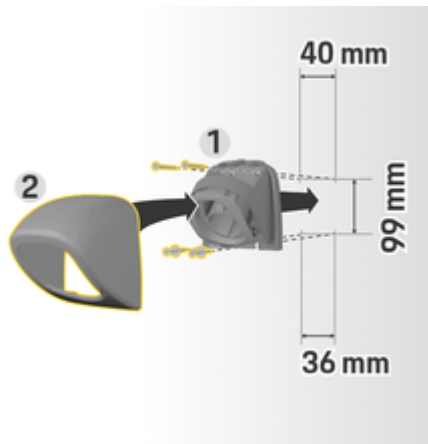

Fig. 105: Bormål
1. Ta pluggholderen 1 (Fig. 105) ut av dekelet 2 (Fig. 105).
4. Skru pluggholderen 1 (Fig. 105) på veggen.
5. Sett dekelet 2 (Fig. 105) på pluggholderen 1 (Fig. 105) fra undersiden og trykk det oppover.